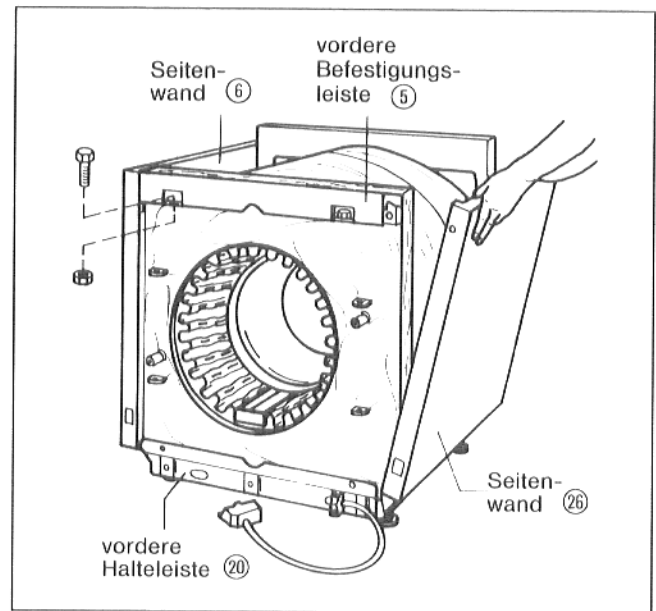

Abb. 11
- Vorderwandwärmeschutzmatte ⑱ mit den Schlitz in die Scharniere der Brenntür einhängen.
- Vordere Befestigungsleiste ⑤ mit 2 M8-Schrauben und Muttern von oben an der Kesselkörpervorderwand anschrauben (Abb. 11).
- Linke und rechte Seitenwand ⑥ und ⑳ mit der unteren Kante auf die Abkantung der Halteleiste setzen und in Befestigungsleisten einhängen (Abb. 11).
- Wärmeschutzmatten ⑪ und ⑱ hinter die Abkantung der Seitenwände drücken.